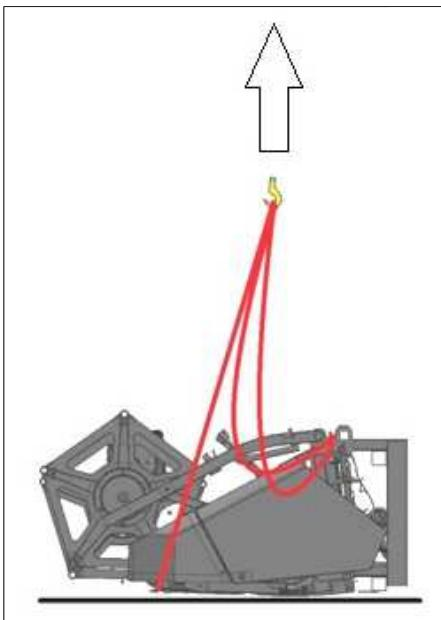
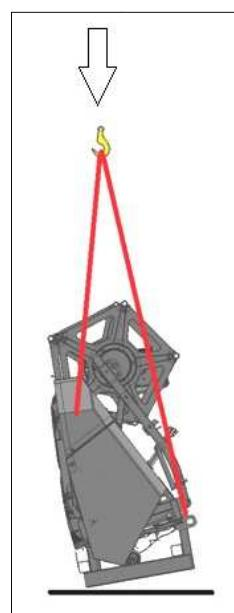
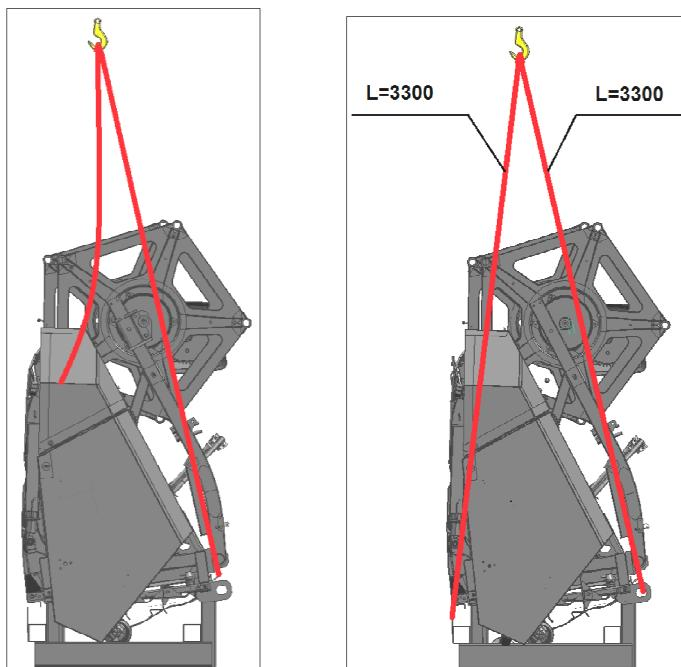

Рисунок 8.15
Рисунок 8.16
Рисунок 8.17
1) Установить четыре стропы (длина строп указанна на рисунке 8.14). **ВАЖНО:** Передние стропы определены более короткими, что в процессе поднятия жатки, позволяет поднимать сначала переднюю часть жатки, затем заднюю часть, постепенно изменяя угол к горизонту. Таким образом жатка совершает поворот относительно задней нижней трубы подставки на $\approx 80^\circ$ (рисунок 8.15). При медленном опускании жатки вниз, это позволяет установить жатку в вертикальное положение (рисунок 8.16).
- 2) Застропить жатку, медленно поднимая её вверх, следя за тем, чтобы стропы не касались деталей жатки во избежание перетирания и обрыва (см. рисунок 8.15);
- 3) Установить жатку на ровную поверхность (см. рисунок 8.16).
- 1) Отсоединить стропы разных длин (см.рисунок 8.16), затем установить стропы одинаковых длин 3300 мм в петли рамки (см. рисунок 8.17). **ЗАПРЕЩАЕТСЯ СТРОПИТЬ ЗА ЭЛЕМЕНТЫ ЖАТКИ!;**